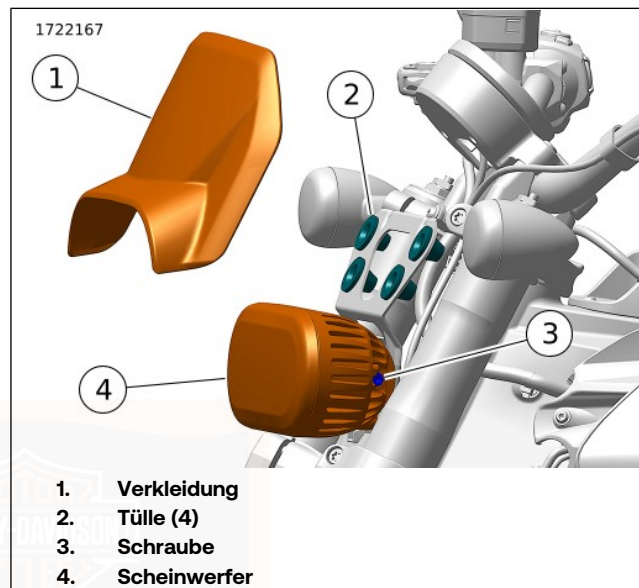

Abbildung 70. Scheinwerfereinstellung
1. Siehe Abbildung 70. Die Verkleidung (1) entfernen.
2. Die vertikale Einstellschraube (3) lockern.
4. Vertikale Einstellschraube (3) anziehen